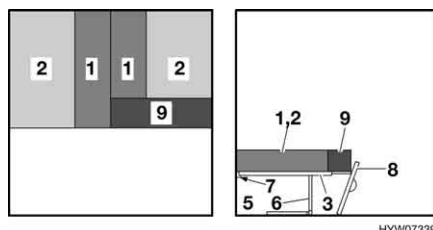
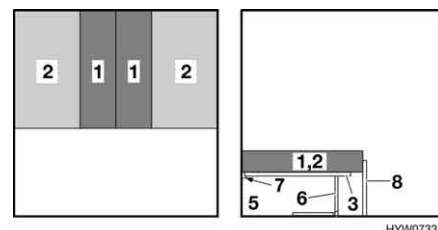

Fig. 40 Dopo la trasformazione (non su Troll 530)
Fig. 41 Dopo la trasformazione (Troll 530)
- Posizionare i cuscini dello schienale (Fig. 40,1 o Fig. 41,1) tra i due cuscini del divano (Fig. 40,2 o Fig. 41,2).
- Applicare a seconda del modello il cuscino aggiuntivo (Fig. 40,9).